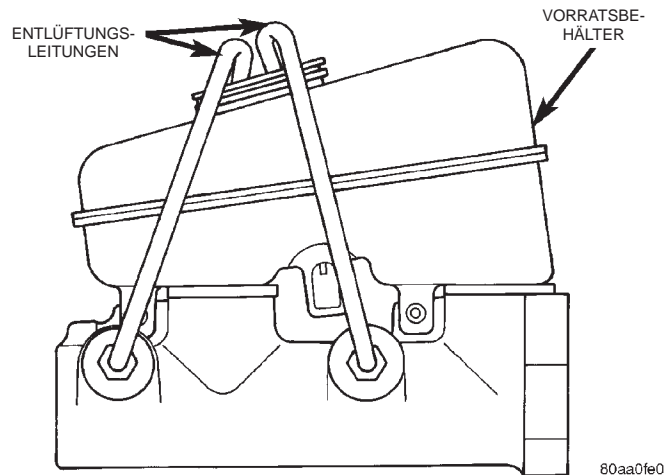

Abb. 14 Entlüften des Hauptbremszylinders-Typisch
- (1) Hauptbremszylinder in einen Schraubstock einspannen.
- (2) Entlüftungsschläuche an die Auslaßöffnungen des Hauptbremszylinders anschließen. Dann die beiden Schlauchenden in den Vorratsbehälter einführen (Abb. 14).
- (3) Vorratsbehälter mit frischer Bremsflüssigkeit befüllen.
- (4) Die Zylinderkolben mit dem Holzstab nach innen drücken. Dann die Kolben freigeben und durch den Federdruck zurückschnellen lassen. Entlüftungsverfahren durchführen, bis in der Bremsflüssigkeit keine Luftbläschen mehr zu erkennen sind.